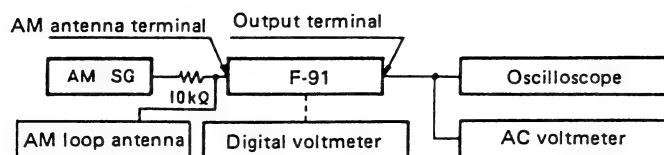

Fig. 7-1 AM adjustment wiring diagram
- Effectuer le câblage comme indiqué sur la figure 7-1.